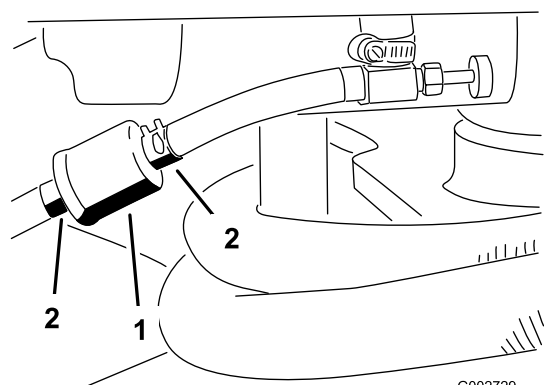

Figura 30
1. Chiudete la valvola di intercettazione del carburante, allentate la fascetta stringitubo dal lato carburatore e togliete il tubo di alimentazione dal filtro (Figura 30).